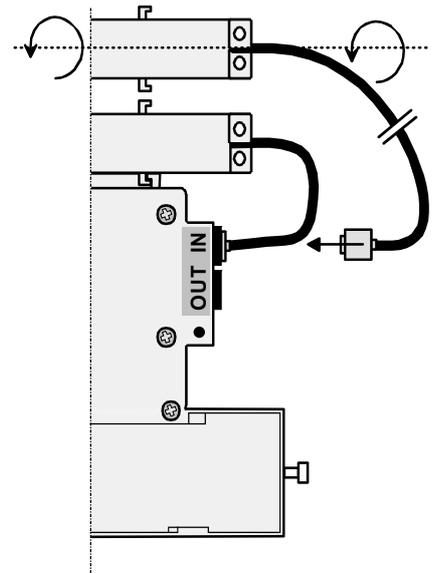

Fig. 6
- Bei mangelhaftem Empfang, Antenne nach rückwärts aus der Verankerung schieben und um die eigene Achse drehen (Fig. 6), dies hat eine Richtungsänderung um ca. 60° zur Folge.